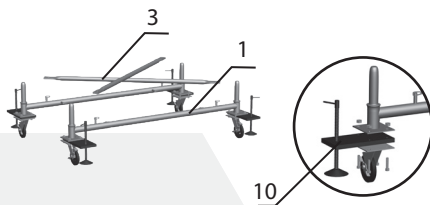

рис. 1
- При помощи крепежа колес (8), к гантели базы (1) присоединить поворотные колеса (2) и съемную винтовую опору (10)
- Установить гантель базы флажковыми замками внутрь. На верхние флажковые замки гантели базы, установить стяжки базы (3) (рис. 1). При помощи винтовых домкратов выровнять вышку по горизонтали.